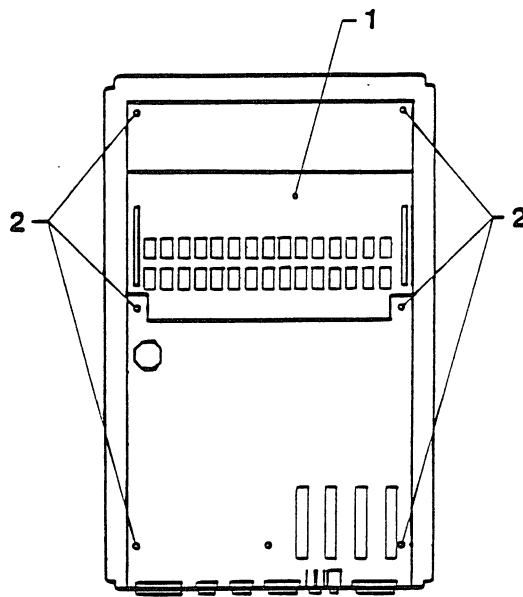

FIGURE 15
16. Retirer l'écrou ou la vis de retenue de la plaquette logique principale. (Voir la figure 15, No 3).
2. Replacer la plaquette logique principale en glissant les connecteurs périphériques dans leurs logements situés sur le panneau d'accès arrière, et en remplaçant la vis de retenue à l'aide de la clé plate (Figure 15, No 3).
3. Replacer la plaquette codage. (Figure 15, No 2).
4. Replacer la plaquette mémoire. (Figure 15, No 1). S'assurer que la plaquette mémoire est orientée dans la bonne direction. Les circuits RAM de la plaquette mémoire s'orientent dans la direction opposée aux circuits de la plaquette logique principale. Les encoches des circuits intégrés de la plaquette mémoire doivent s'orienter vers les connecteurs de sortie.